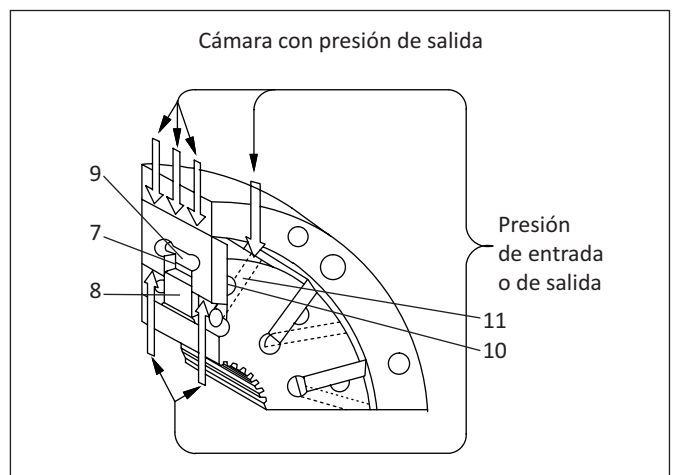

Figura 3
Como se observa en la figura 3, las paletas poseen una ranura (7) en donde se aloja un inserto (8). La presión de salida se aplica de manera continua a la cámara que queda comprendida entre el inserto y la paleta (9), provocando una carga radial de la paleta sobre la carcasa del estator. Dicha cámara es alimentada mediante el canal de presión (10). Las partes superior e inferior de la paleta están sujetas tanto a presión de salida como de entrada a través de los canales (11), según corresponda a la ubicación de la paleta en la rotación. En definitiva, cuando está en la cámara de aspiración, el empuje de la paleta es el área del inserto por la presión de salida. Y cuando está en la cámara de expulsión, el empuje se neutraliza.